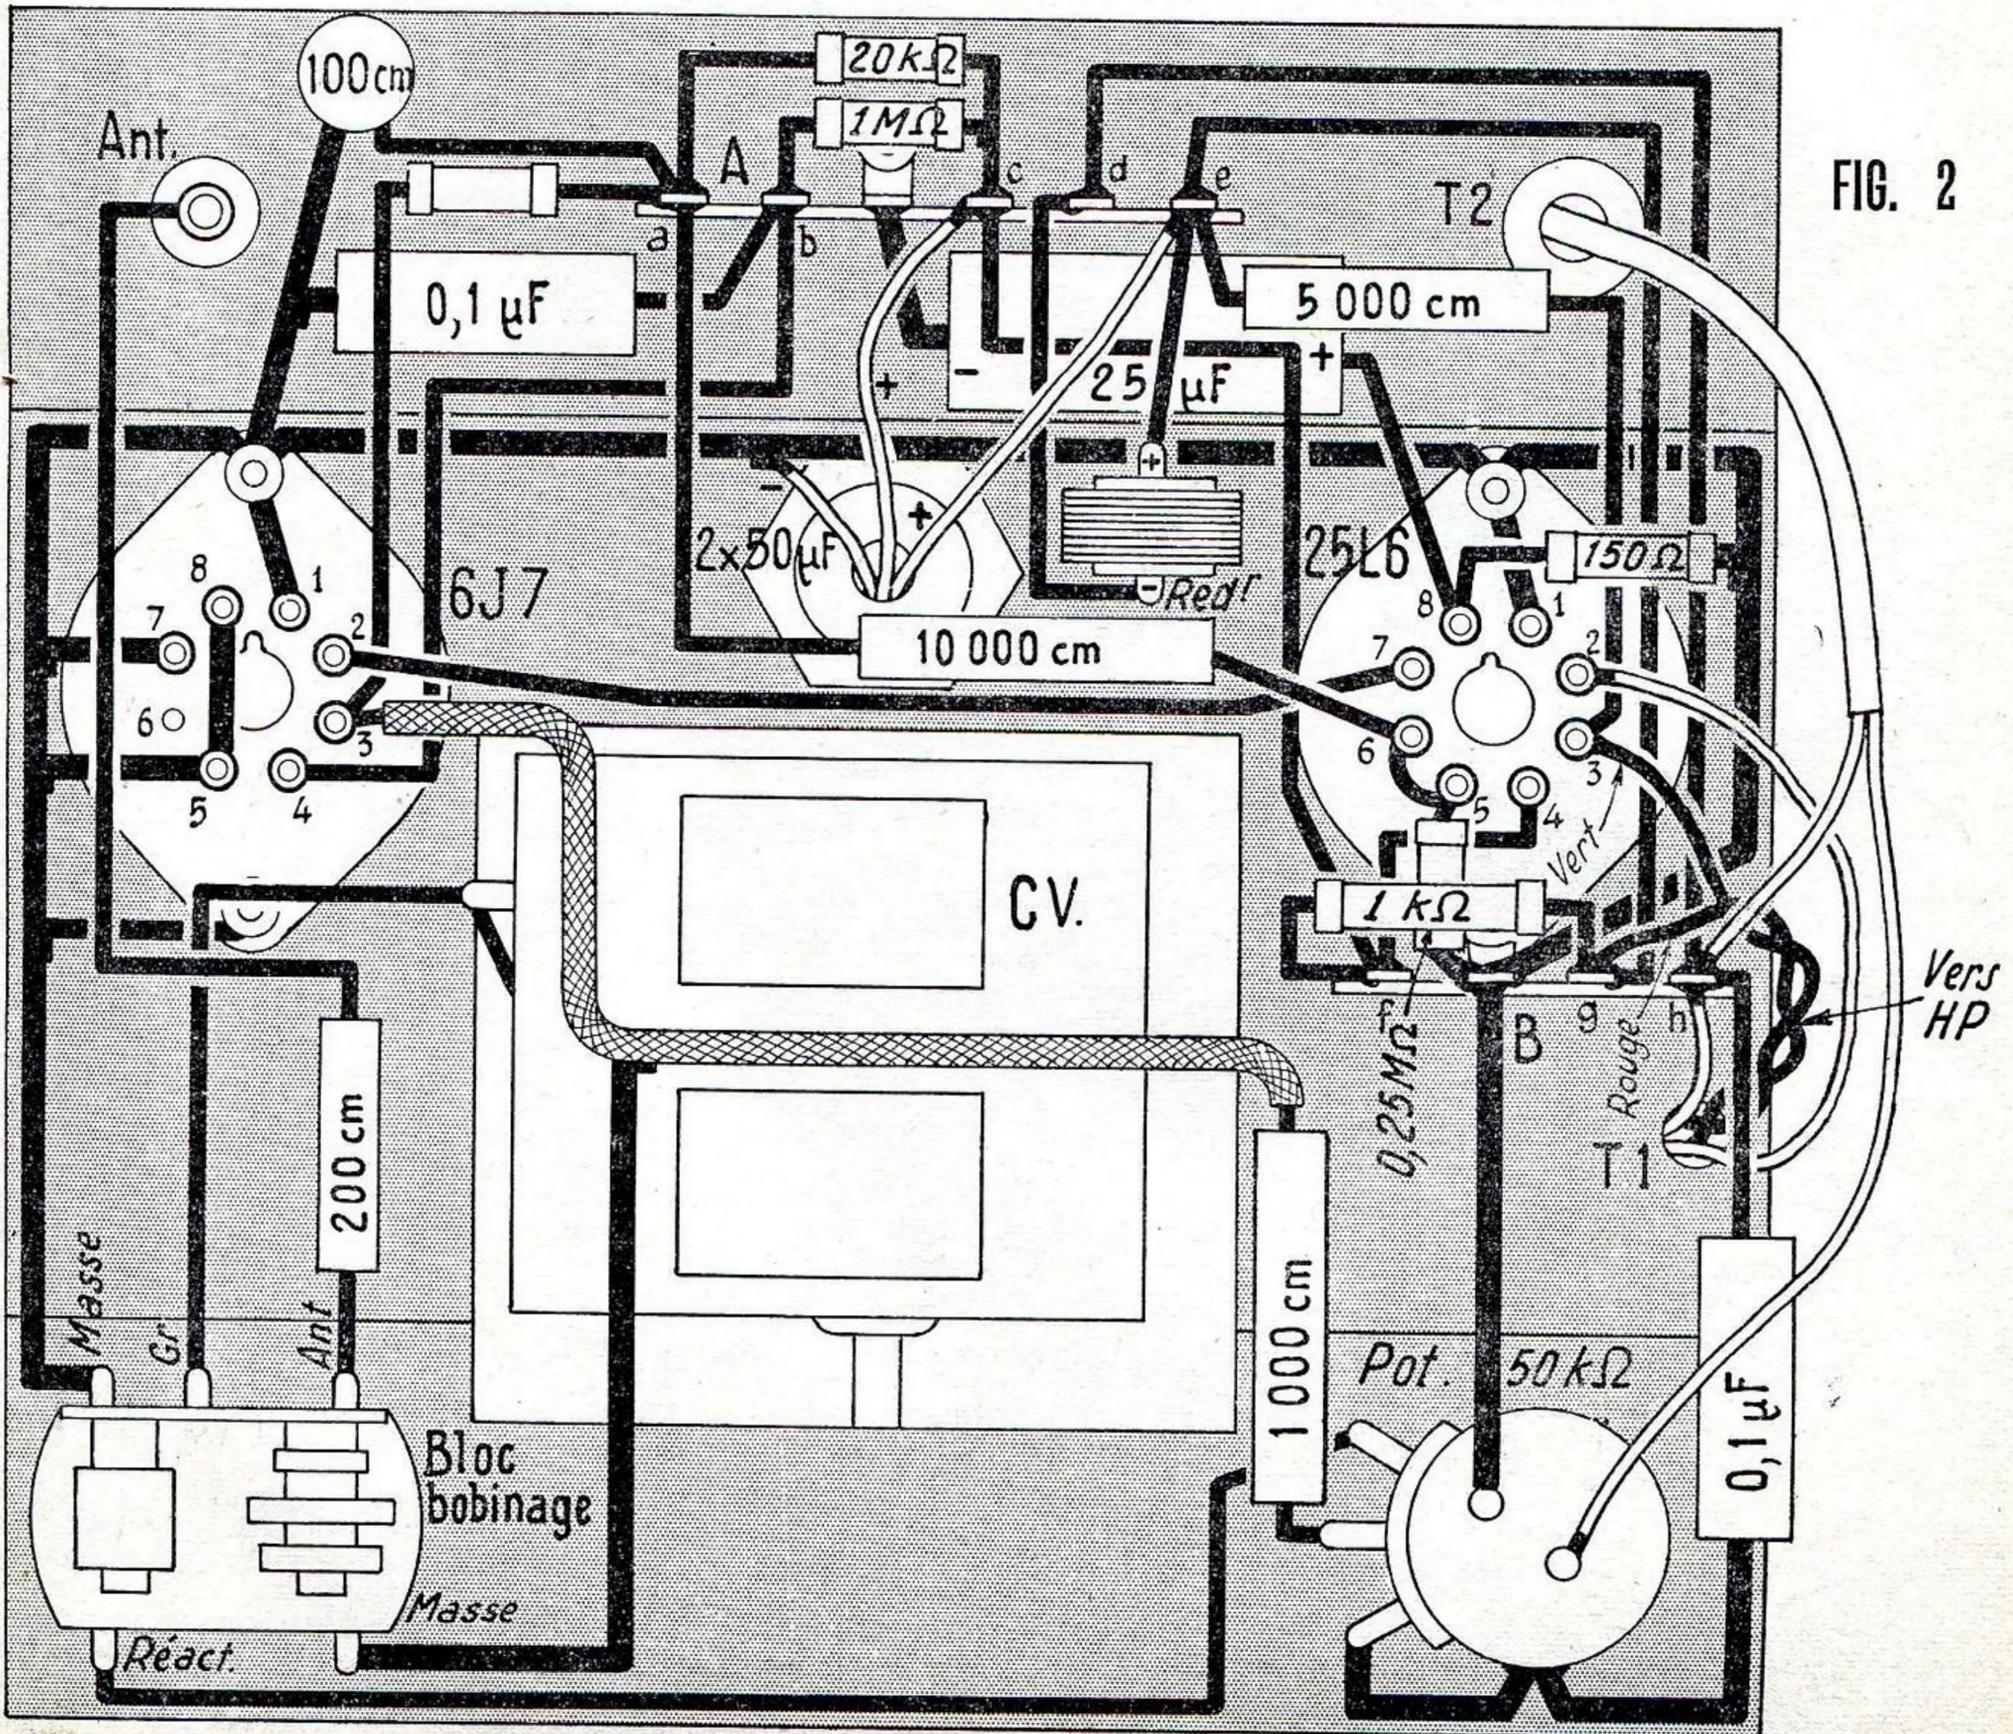

FIG. 2
Si vous êtes décidés à entreprendre cet intéressant petit montage, nous vous conseillons de rassembler tout le matériel dont la liste est donnée à la fin de cet article. Après, vous pouvez commencer le travail. Pour cela, vous vous munissez du petit châssis et vous placez les deux supports de lampes comme il est indiqué sur le plan de câblage figure 2, l'encoche du trou central étant dirigée vers l'arrière du châssis. Sur chaque vis de fixation vous mettez une cosse à souder. Ensuite vous mettez en place le condensateur variable dans l'évidement prévu à cet effet. Ce condensateur variable est fixé sur la face avant du châssis. On utilisera pour cela des vis à tête plate afin de ne pas gêner la mise en place du cadran qui sera aussi monté sur la face avant du châssis par deux vis à tête plate de manière à toucher le châssis sur toute
Qu'il s'agisse d'un grand ou d'un petit récepteur, d'un simple ou d'un complexe, le câblage s'effectue toujours dans le même ordre, et les premières connexions à tendre sont les lignes de masse. Les lignes de masse sont généralement faites au ras du châssis. Elles sont constituées par du fil nu étamé de forte section. Sur cet appareil, la ligne de masse, ainsi qu'on peut le voir sur le plan de câblage de la figure 2, part de la cosse de fixation du relais B. Elle est coudée à angle droit de manière à longer la face latérale du châssis. A l'endroit où elle atteint la face arrière, elle est encore coudée à angle droit et court de la sorte le long de cette face. Elle est soudée sur les cosses
- 1 châssis selon figure 2.